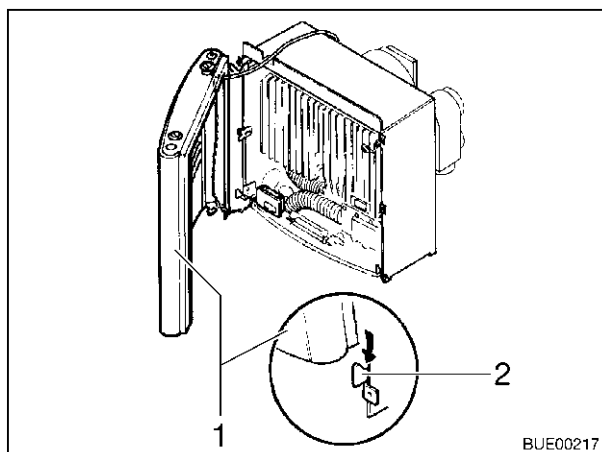

Fig. 80 Copertura del riscaldamento, passanti di sostegno
- Montare la copertura del riscaldamento. Collocare la copertura (Fig. 80,1) sui passanti di sostegno inferiori (Fig. 80,2).